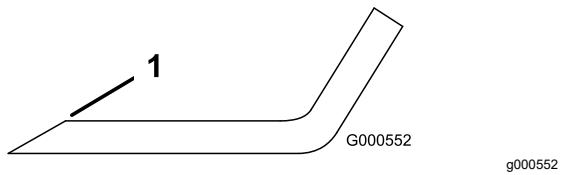

Figure 82
1. Au moyen d'une lime, aiguissez les tranchants aux deux extrémités de la lame (**Figure 82**).
**Remarque:** Si la lame est déséquilibrée, limez un peu l'extrémité de l'ailette seulement (Figure 82).